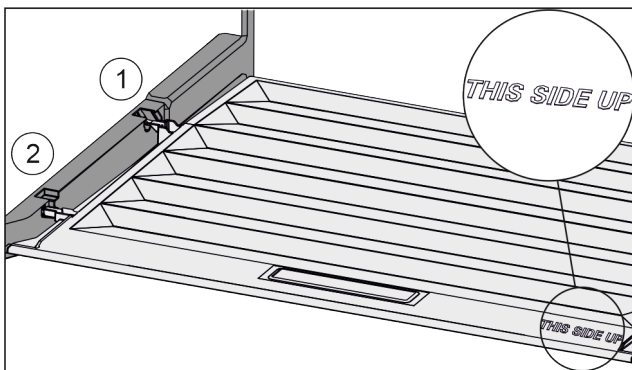

Fig. 74
- ▶ Introduceți nervura capacului prin orificiul suportului posterior Fig. 74 (1) și înclichetați-l în față în suport Fig. 74 (2).